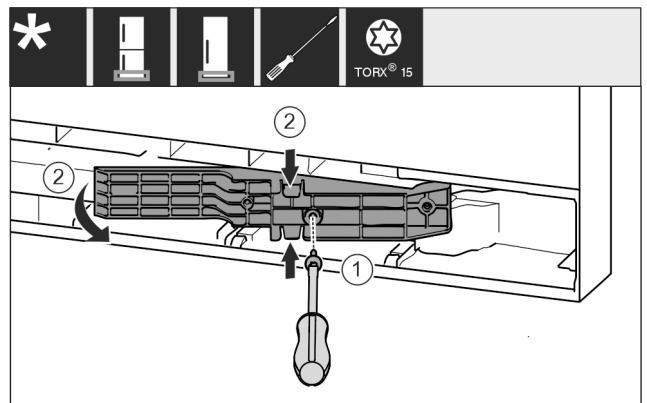

Fig. 18 *
- ▶ Ослабити гвинти за допомогою викрутки T15. Fig. 18 (1)*
- ▶ Витягнути деталь адаптера. Fig. 18 (2)*